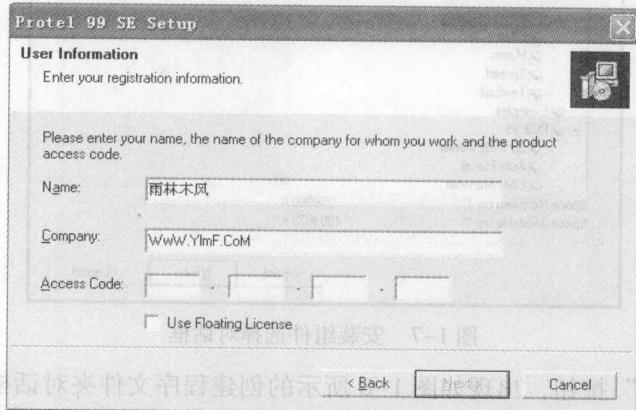

图 1-4 安装信息对话框
(4) 接着出现如图 1-4 所示的安装信息对话框，在 Name 文本框中输入用户的姓名，在 Company 文本框中输入公司的名字，最后在 Access Code 文本框中输入软件的安装序列号。单击“Next”按钮。